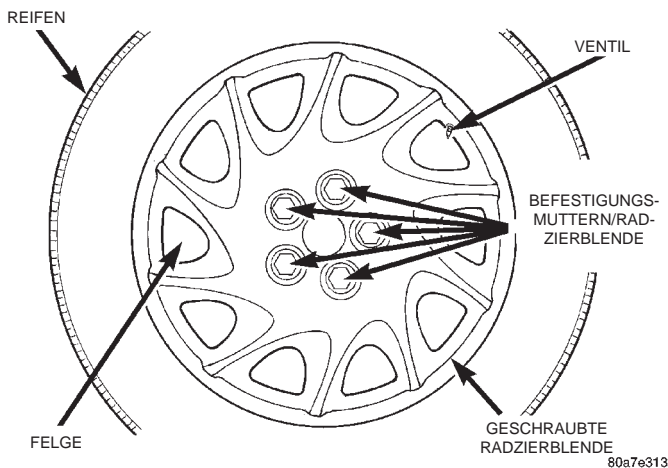

Abb. 13 Befestigungsmuttern der Radzierblende
HINWEIS: Es wird empfohlen, die Befestigungsmuttern der Radzierblende (Abb. 13) mit einem herkömmlichen Schraubenschlüssel und nicht mit einem Schlag-Schrauber zu lösen. Durch die Verwendung eines Schlag-Schraubers können die Befestigungsmuttern der Radzierblende beschädigt werden.
(1) Die fünf Befestigungsmuttern lösen (Abb. 13), mit denen die Radzierblende an den Radmuttern befestigt ist.
(3) Die Aussparung für das Ventil in der Radzierblende auf das Ventil in der Felge ausrichten (Abb. 13). Die Befestigungsmutter der Radzierblende ansetzen und auf die Außengewinde der Radmutter aufschrauben.
(4) Alle fünf Befestigungsmutter der Radzierblende von Hand auf die Radmutter aufschrauben.